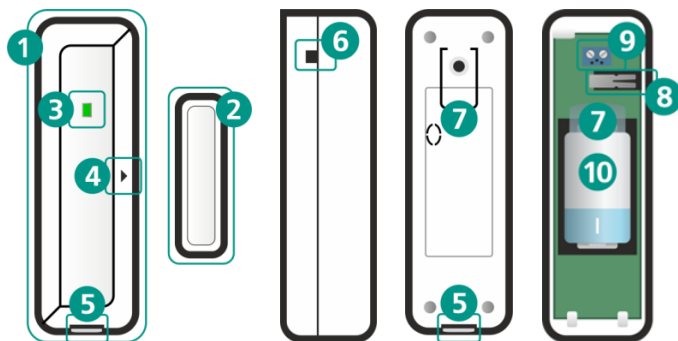

Рисунок 2.1 – Внешний вид датчика
Датчик открытия конструктивно состоит из двух элементов: магнитоуправляемого основного (1, рисунок 2.1) и управляющего магнита (2). Датчик оснащен встроенным тампером (8) для контроля вскрытия корпуса.
Датчик имеет разъем для подключения внешнего проводного датчика открытия (геркона) (9, рисунок 2.1), если вам требуется контролировать открытие конструктивных элементов сложной конфигурации. Использование проводного геркона также является рекомендуемым при установке датчика на внешнюю входную дверь.